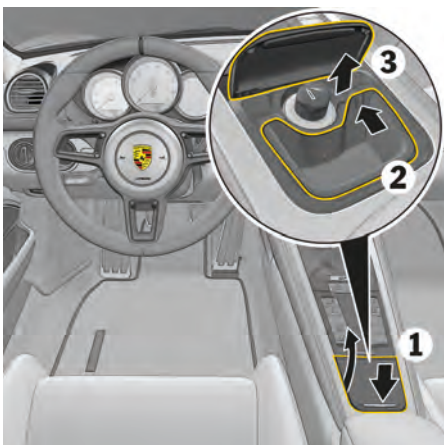

図 91：灰皿を開く / 中身を空にする
1. 灰皿のリッドを短く押してください (図 91, 1)。
2. 灰皿インサートの右上を前方に押して、ロック解除してください (図 91, 2 and 3)。